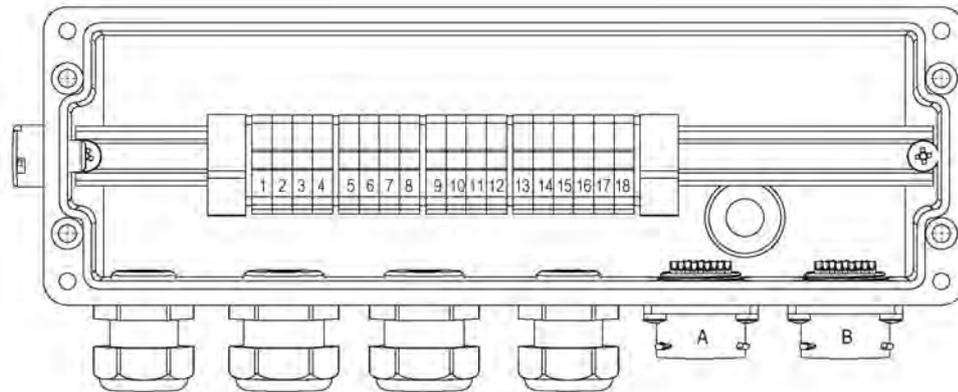

Fig. 27-1 NFM avec Connectorbox
Une Connectorbox (Fig. 27-1 point 6) est mise en place quand les entrées/sorties analogiques et numériques ainsi qu'une alimentation externe sont utilisées.
Le NivuFlow Mobile 550 (Fig. 27-1 point 1) est conçu **uniquement** pour le fonctionnement d'un capteur radar de vitesse d'écoulement.
La Connector box peut être installée directement sur le NivuFlow Mobile avec des étriers de protection (Fig. 27-1 point 2) ou être fixée à un autre emplacement.
1. Démontez les tampons en caoutchouc (sans Fig.) à l'arrière du NivuFlow Mobile (Fig. 27-1 point 1). Les deux tôles à vis (maintenant détachées) (Fig. 27-1 point 3) dans les conduits à vis (Fig. 27-1 point 4) et les tampons en caoutchouc sont de nouveau nécessaires à l'étape suivante de l'installation.
2. Fixer les étriers de protection (Fig. 27-1 point 2) et tôles à vis (Fig. 27-1 point 3) avec les tampons en caoutchouc sur le NivuFlow Mobile.
3. Attacher la Connector box (Fig. 27-1 point 6) avec les vis fournies sur les étriers de protection.
5. Brancher le connecteur (Fig. 27-1 point 5) du câble de raccordement de la Connector box dans la prise multifonctions du NivuFlow Mobile.